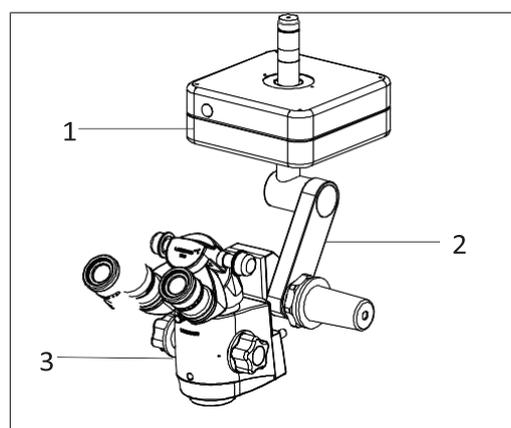

Fig. 14
2. Serrez les trois vis Allen sur les côtés, indiquées par C dans la fig. 14.